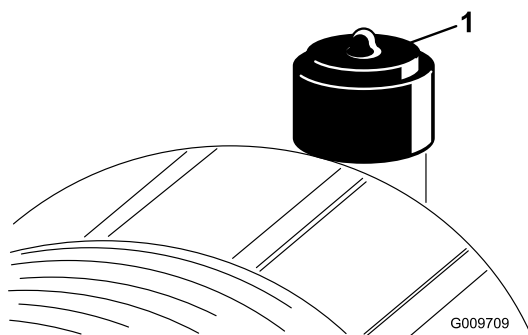

Рисунок 44
Фильтр воздухоочистителя следует обслуживать только при соответствующих показаниях индикатора необходимости технического обслуживания (Рисунок 44). Замена воздушного фильтра без необходимости ведет лишь к повышению вероятности попадания грязи в двигатель при извлечении фильтра.
6. Сбросьте индикатор (Рисунок 44), если он стал красным.